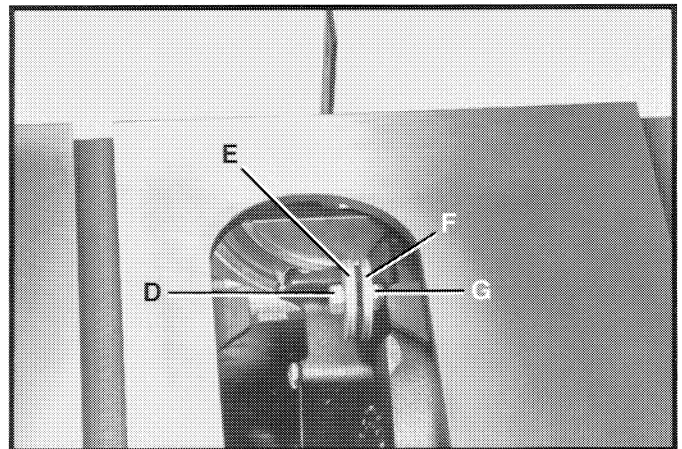

Fig. 22
2. Afloje la tuerca externa (D) Fig. 22 y separe las dos arandelas grandes (E) y (F) según se ilustra. La tuerca interior (G) ha sido ajustada en la fábrica para que la carátula de la arandela interior (F) quede alineada con la pestaña interior del árbol.